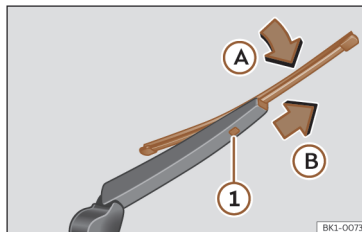

Fig. 180 Substituição da escova do limpador traseiro.
- Rode ligeiramente a escova >>> **Fig. 180** (seta ).